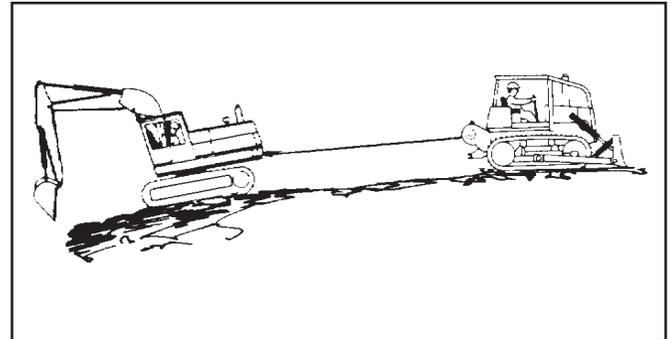

Figura 11 - Remolque de un vehículo averiado (Paso B)
B. Puede usarse un tractor o patín equipado con cabrestante para sacar a otro vehículo del lodo o de otras áreas donde no se pueda mover usando sólo ruedas de tracción u orugas. Vea la Figura 11. Use el procedimiento siguiente: